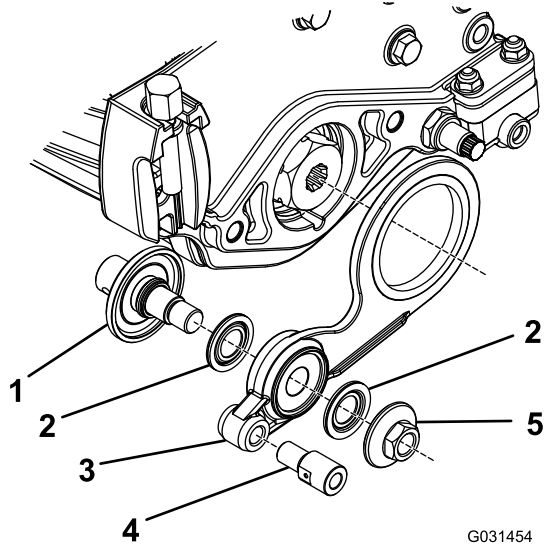

图16
1. 如 图16所示将散装零件装到总轮总成上。
注意 如果要将总轮总成安装到 图16中的对面请按相反顺序安装零件 1 至 5。